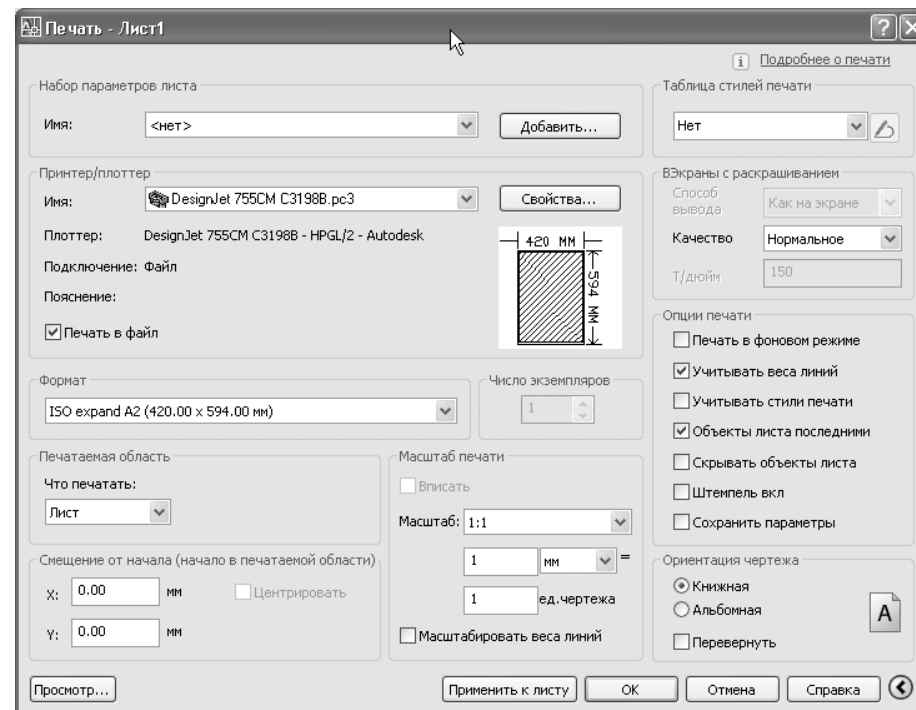

Рис. 14.17 ▼ Диалоговое окно **Печать – Лист1** (Plot – Layout1) для печати на графопостроителе формата A2
- Щелкните на кнопке **Печать** (Plot) или нажмите **Ctrl+P**. В открывшемся окне установите параметры так, как показано на рис. 14.17, после чего щелкните на кнопке **Применить к листу** (Apply to Layout). Обратите внимание на то, что в списке **Что печатать** (What to plot) вместо элемента **Лимиты** (Limits) появился элемент **Лист** (Layout), который при печати из листа компоновки всегда является выбранным по умолчанию.